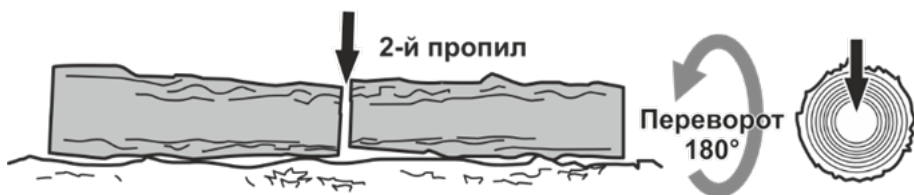

Рисунок 15. Схема остаточного розпилу колоди з протилежного боку.
2. Перевернути колоду та розпиляти її з протилежного боку (рис. 15).